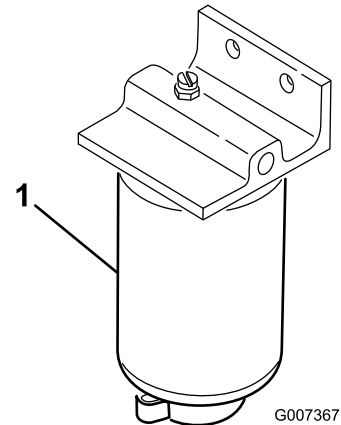

Figure 27
2. Placez un bac de vidange sous le filtre à carburant (Figure 27).
3. Dévissez le bouchon de vidange situé au bas du filtre à carburant et vidangez l'eau qu'il contient (Figure 27). Revissez le bouchon quand la vidange est terminée.